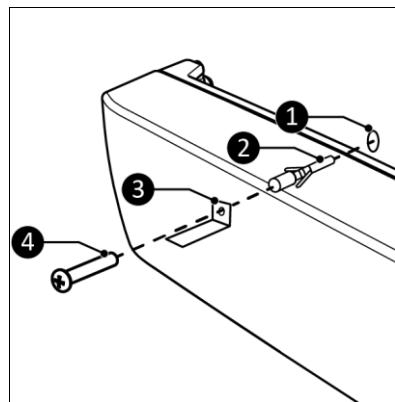

Figure 8
9. Placez le support (figure 8, pos. 3) sur le dessus de l'appareil avec le côté court contre le mur.
10. Marquez l'emplacement du trou sur le mur (figure 8, pos. 1).
12. Percez un trou de 10 mm aux endroits marqués (figure 8, pos. 1).
13. Insérez la cheville dans le trou (figure 8, pos. 2).
15. Serrez fermement le support (figure 8, pos. 3) sur le mur (figure 8, pos. 4).